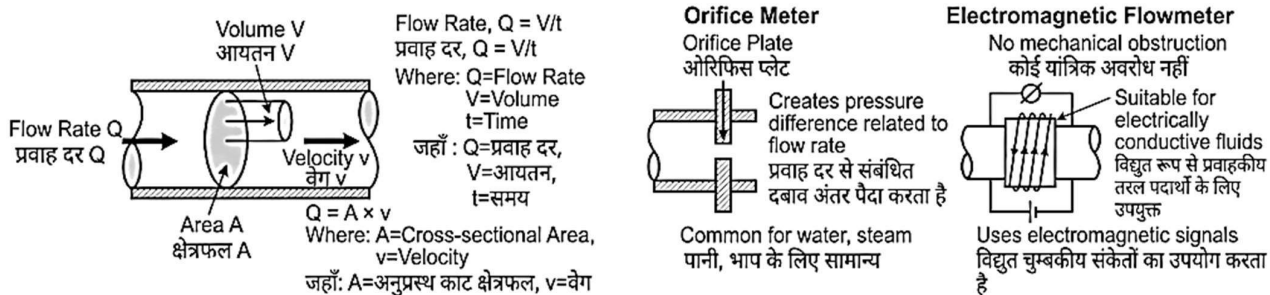

Fig. 4.1: Flow Measurement – Flow Types, Measurement Principles and Industrial Flowmeters | प्रवाह मापन – प्रवाह के प्रकार, मापन सिद्धांत एवं औद्योगिक फ्लोमीटर
4.1.1 Introduction (Fig. 4.1)
4.1.1 परिचय (Fig. 4.1)